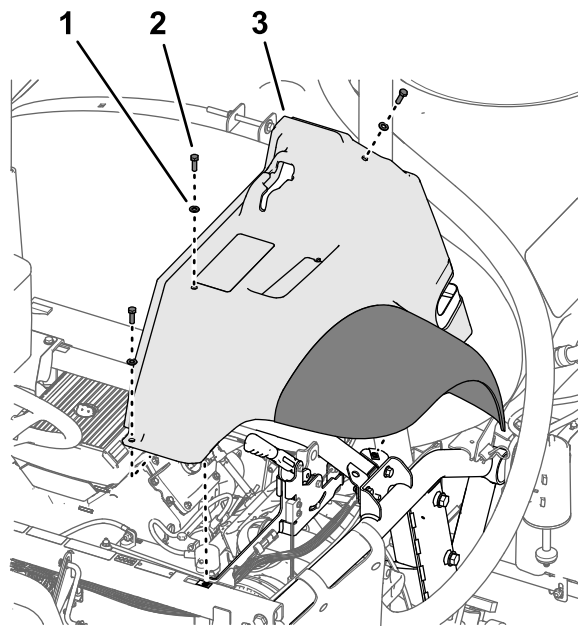

図 216
4. フェンダをフレームに仮止めする 図 216 ステップ 2 左右の前フェンダを取り外す (ページ 11) で取り外したボルト5/16" x 1" 3本とワッシャ5/16" 3枚を使用する。